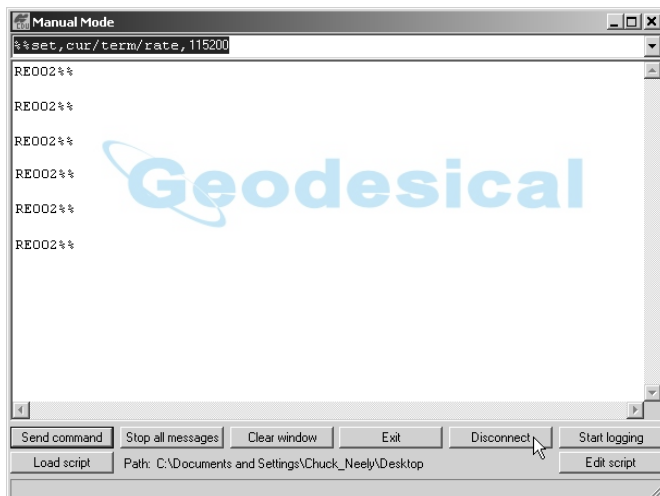

Figura 2-36. Respuestas al Comando Modo Manual
17. En la pantalla Manual Mode, escriba los siguientes comandos, presionando **Enter** (o haciendo clic en **Send command**) después de cada comando. Cuando termine, debe tener seis respuestas (Figura 2-36).
18. Haga clic en **Disconnect** (Figura 2-36). Continúe con otras funciones de configuración u operación según requiera.